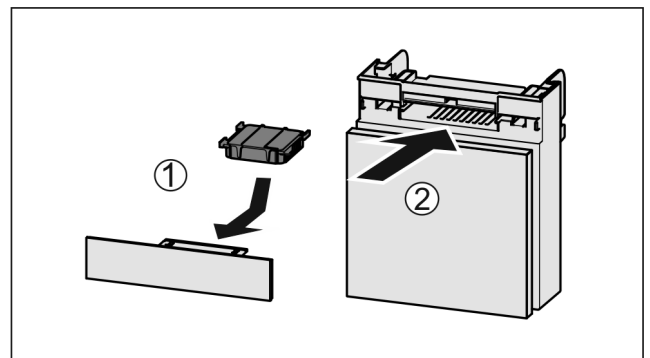

Fig. 87
- ▶ Actiefkoolfilter overeenkomstig afbeelding aanbrengen Fig. 87 (1).
- ▶ Lade erin schuiven Fig. 87 (2).